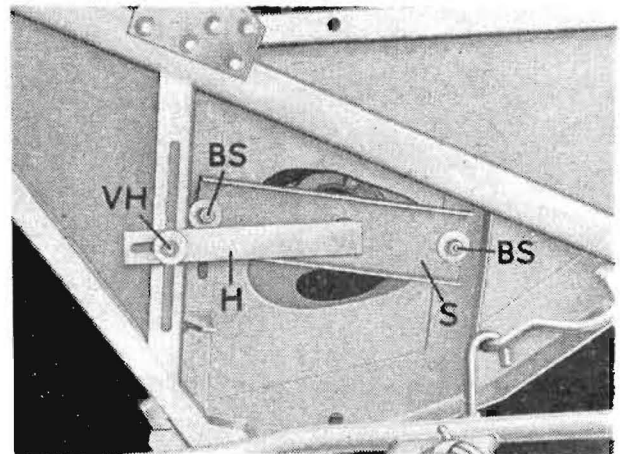

Bild 6/17
Nach Einstellung der Schneckenhöhe ist die Stellung der Förderzinken (FZ) im Schneckenmittelteil zu überprüfen. Die Zinken sollen möglichst nahe an den Trogboden heranreichen, dürfen ihn jedoch in keiner Stellung berühren (Bild 6/16).